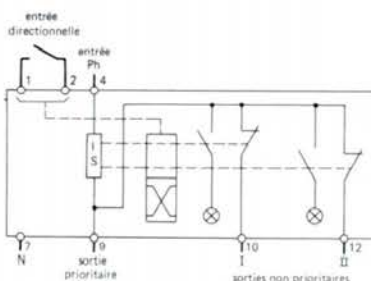

fig. 2
■ **CDSd avec entrée directionnelle, réf. 15909** (fig. 2). Réalise les mêmes fonctions que le CDS réf. 15908.